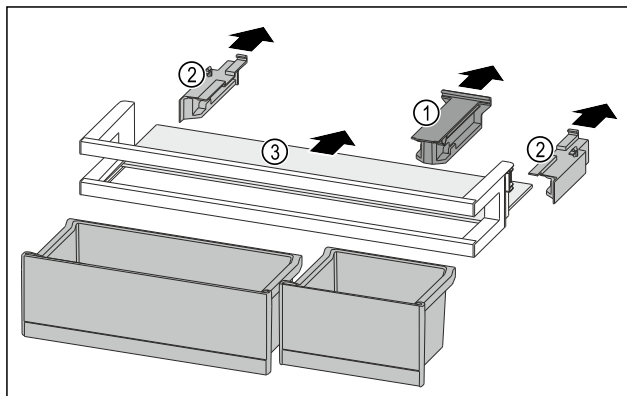

Fig. 92
- ▶ Skinite pridržni dio Fig. 92 (1).
- ▶ Skinite bočne dijelove Fig. 92 (2).
- ▶ Izvadite policu Fig. 92 (3).